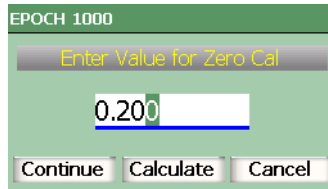

图 9-2 为零位校准输入数值对话框
- 待读数稳定后，选择 **1/5 > Auto CAL**（自动校准）> **CAL Zero**（校准零位）。屏幕被冻结，并出现 **Enter Value for Zero Cal**（为零位校准输入数值）对话框（参见第 128 页的图 9-2）。